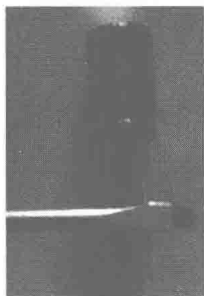

图 1-12 电容放电
(1) 如果被测电容超过所选量程的最大值,显示器将只显示“1”,此时则应将开关转高一挡。
(2) 在测量电容之前,LCD 显示可能尚有残留读数,这属于正常现象,不会影响测量结果。
(3) 用大电容挡测量电容时,若电容严重漏电或击穿电容,将显示“1”且数值不稳定。
(4) 在测量电容容量之前,应对电容充分放电,以防止损坏仪表,如图 1-12 所示。